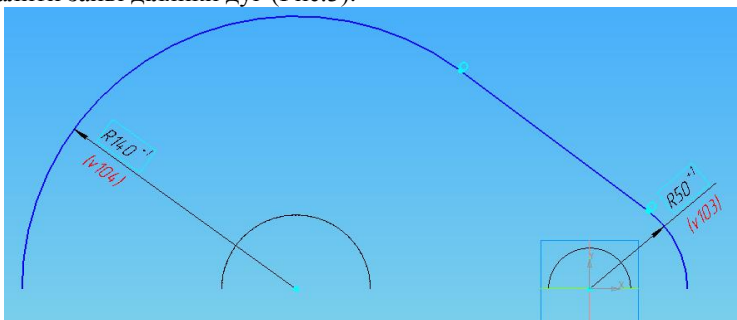

Рис.3 – Побудова Ескізу 3 зовнішньої поверхні кришки редуктора
5. Вибрати координатну площину **XY** і побудувати Ескіз 3 зовнішньої поверхні кришки редуктора, для чого побудувати дві концентричні дуги відносно центрів радіусами відповідно 50 мм і 140 мм, з'єднати їх дотичною та видалити зайві ділянки дуг (Рис.3).